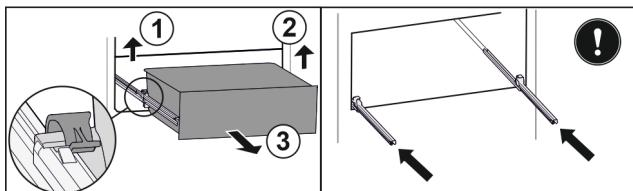

Fig. 147
- Повдигнете лявата скоба и едновременно с това изтеглете напред чекмеджето отляво. Fig. 147 (1)
- Повдигнете дясната скоба и едновременно с това изтеглете напред чекмеджето отдясно. Fig. 147 (2)
- Извадете чекмеджето напред. Fig. 147 (3)